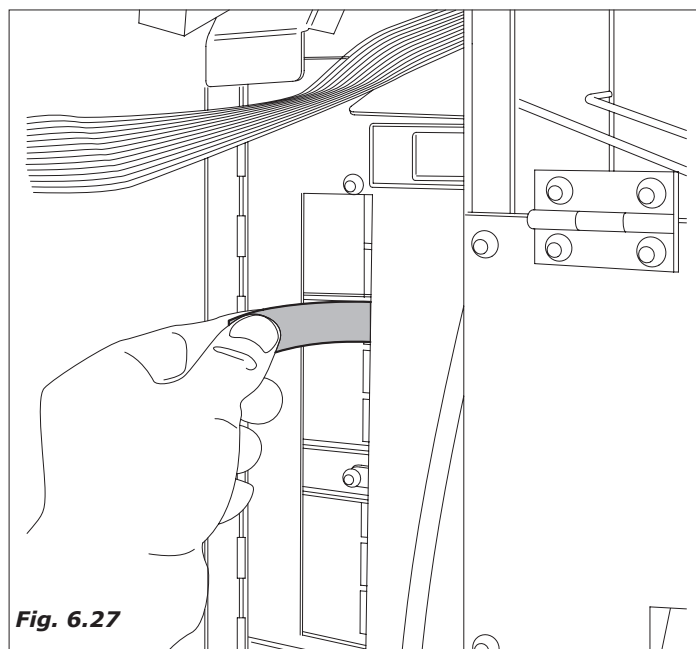

Fig. 6.27
- Introduzir as etiquetas na ordem e segundo as seleções utilizadas sobre o distribuidor (Fig. 6.27)